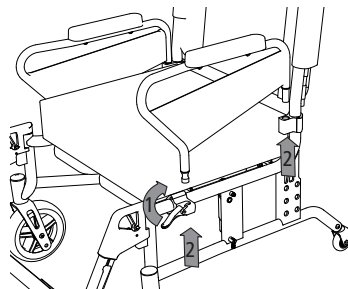

Abb. 24
1. Lösen Sie hierzu den Verriegelungshebel der vorderen Klemmschelle (1, Abb. 24), indem Sie ihn nach oben drücken.
2. Das Seitenteil ist nun entriegelt und kann nach oben herausgezogen werden (2, Abb.24).